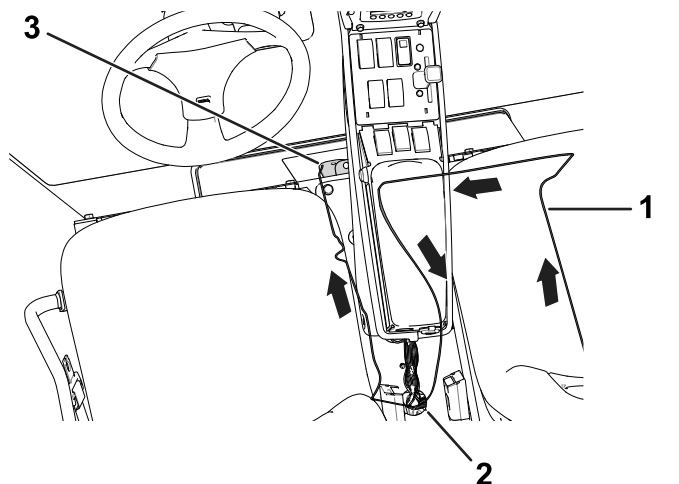
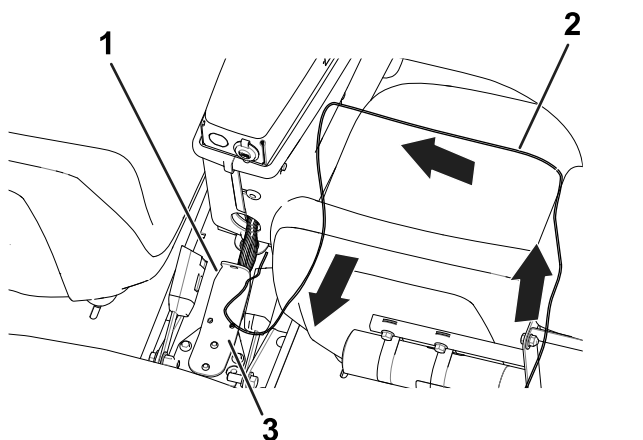

Figura 8
Figura 9
Disponete il tubo lungo il cablaggio preassemblato preesistente, attraverso l'apertura della consolle (Figura 9).
Disponete il tubo lungo il cablaggio preassemblato preesistente, attraverso l'apertura della consolle e verso la parte anteriore della base del sedile (Figura 9).
4. Fissate i tubi al cablaggio preassemblato preesistente con fascette per cavi (Figura 9 o Figura 8).